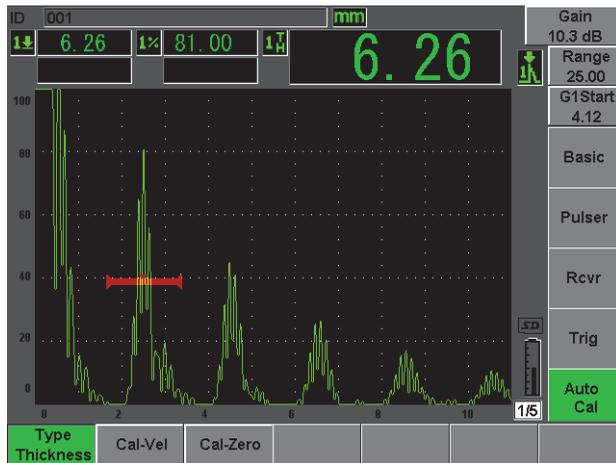

Рис. 2-13 Меню Auto Cal (Автокалибровка)
3. Выберите меню **Auto Cal** (см. Рис. 2-13 на стр. 51).